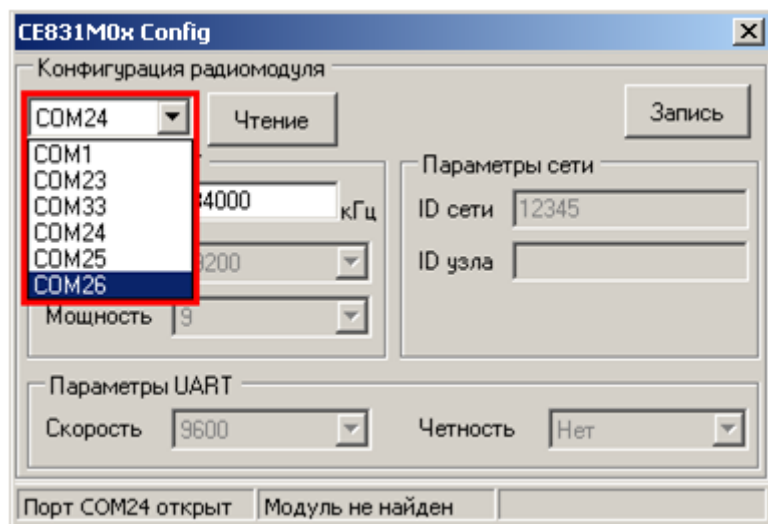

Рисунок 5.28 – Изменение номера используемого COM-порта
- После выбора нового COM-порта необходимо дождаться сообщения в строке статуса (см. рисунок 5.28) о том, что открыт именно выбранный COM-порт (ожидание 1-3 сек.).